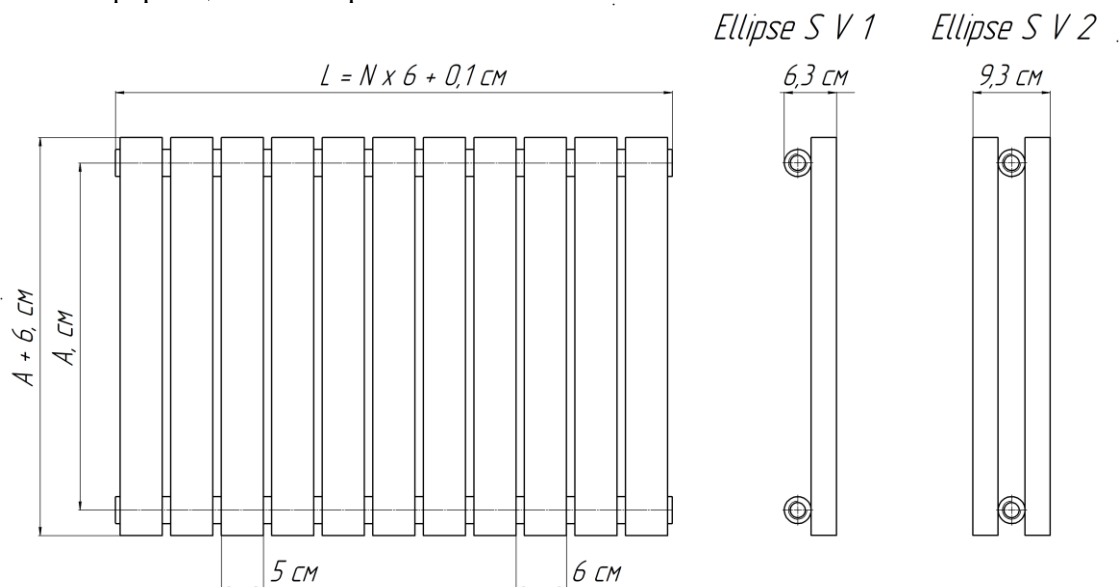

Рис. 1 Радиатор «ELLIPSE S V», где: А – межцентровой размер; N – количество секций; L – габаритная длина.
2.1. Основные размеры и параметры радиаторов приведены на Рис.1 и в Таблице №1.